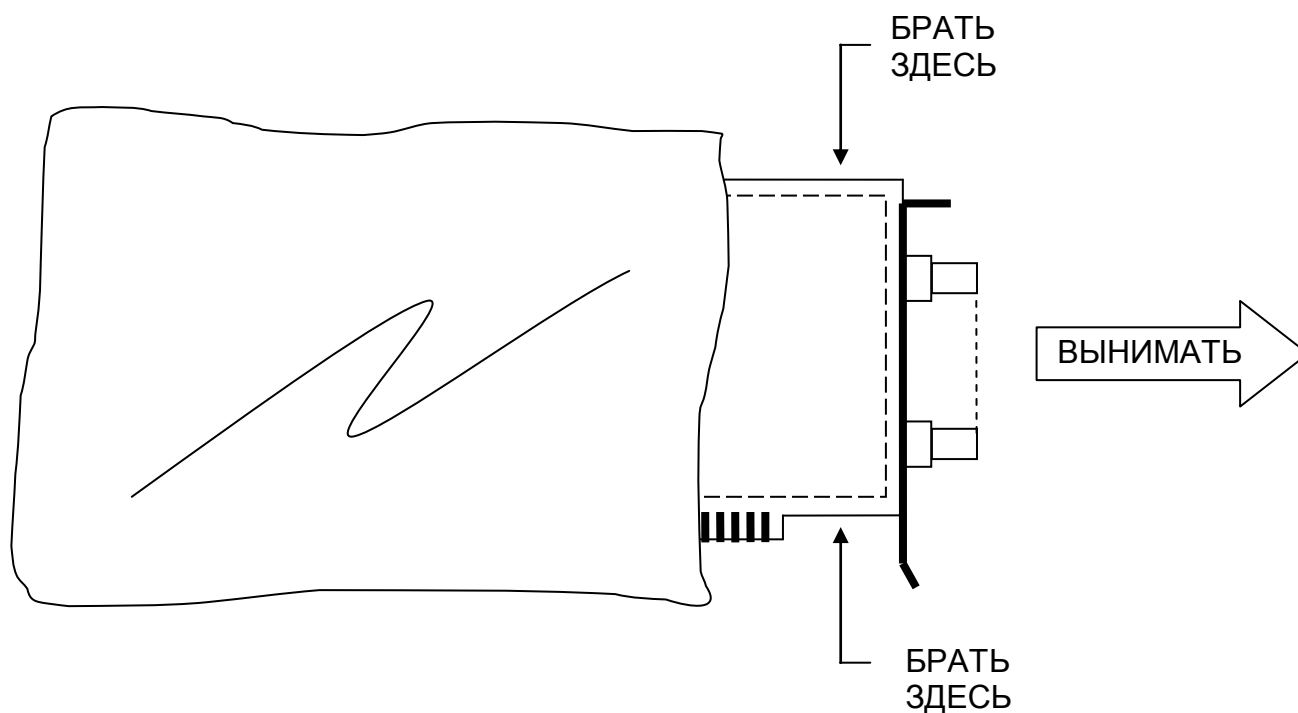

Рис. 6. 1
- 4) Выньте пакет с платой из коробки. Выньте плату из пакета, как показано на рисунке (Рис. 6. 1).
ВНИМАНИЕ! Плату брать только за ребра или кронштейн (см. Рис. 6. 1). Не прикасаться к деталям и печатным проводникам платы,